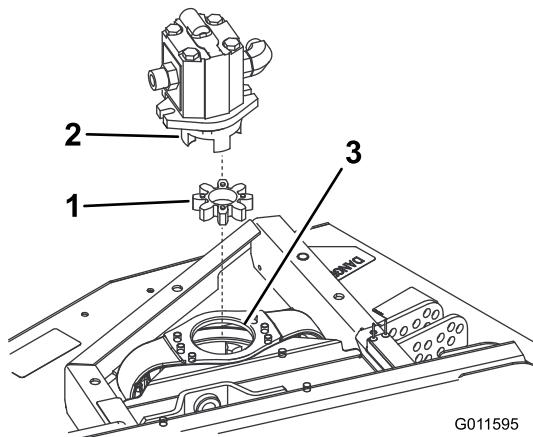

Bild 2
3. Entfernen Sie die dehbare Spinne von der Riemenscheibe der Kupplung. Prüfen Sie auf Abnutzung und tauschen sie aus, wenn abgenutzt. Bewahren Sie sie sonst für den Einbau am neuen Frontmähwerk auf (Bild 2).
Hinweis: Prüfen Sie die drehkreuznabe auf Abnutzung und tauschen sie aus, wenn abgenutzte (Bild 2).